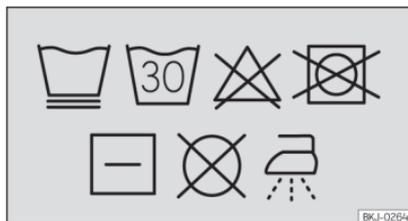

Fig. 115 Etiqueta nas capas: símbolos de instruções de lavagem
- **Instruções de lavagem das capas amovíveis »» Fig. 115:**